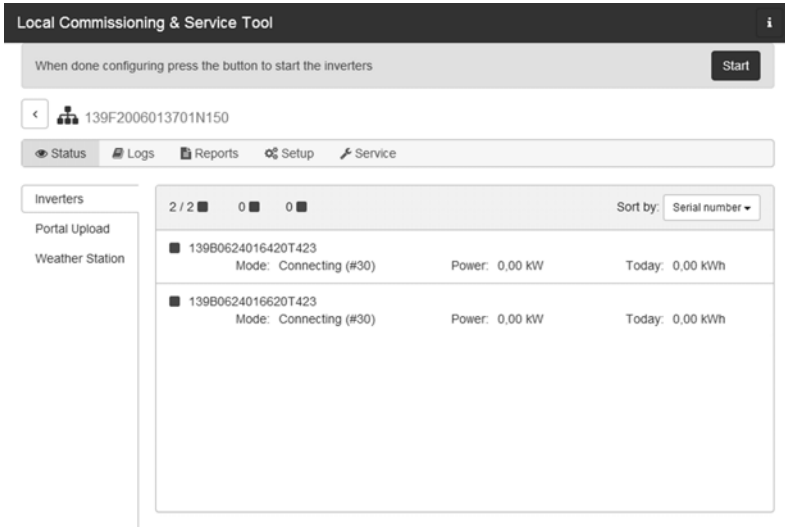

Imagen 14: LCS-Tool - lista de todos los inversores conectados al SMA Inverter Manager
11. Un recuadro verde identifica los inversores puestos en marcha. No obstante, los inversores no se conectan a la red hasta que no se les envía un comando de **[Start]** desde la barra que hay debajo del menú superior (consulte la imagen 14).